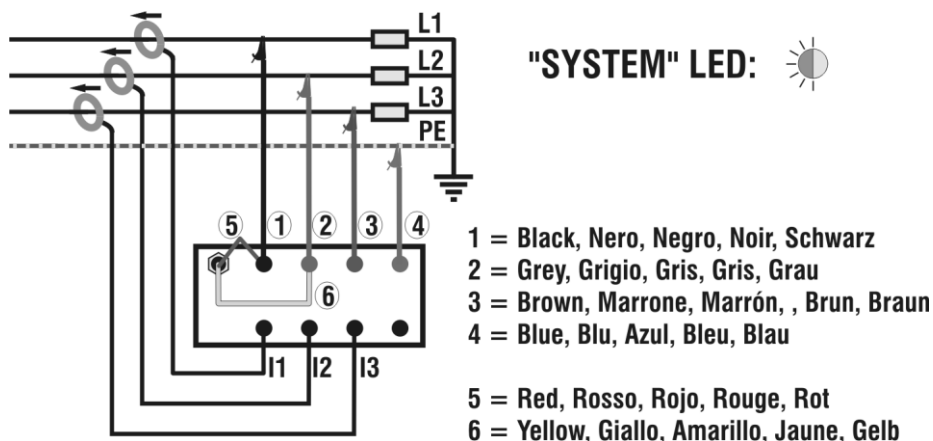

Fig. 3: Anslutning av instrumentet till ett trefas 3-trådssystem
2. Anslut interna matningen (röd och gul) enligt anslutningsschemat i Fig. 3
3. Anslut ledningarna till L1, L2 och L3 enligt anslutningsschemat i Fig. 3. Anslut den blå ledaren till skyddledaren.
4. Om du vill mäta ström och effekt, anslut tångerna till fasledarna, **var noga med riktningen enligt pilen på tångerna** och anslutningarna enligt Fig. 3
3. Anslut ledningarna till L1, L2 och L3 enligt anslutningsschemat i Fig. 3. Anslut den blåa ledaren till skyddledaren.